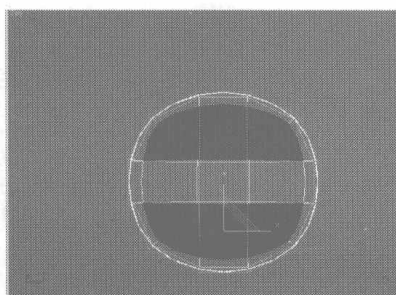
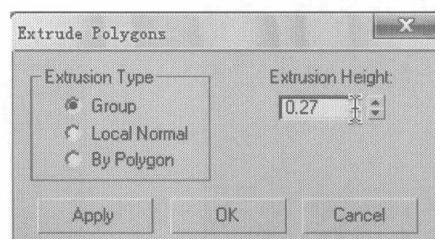
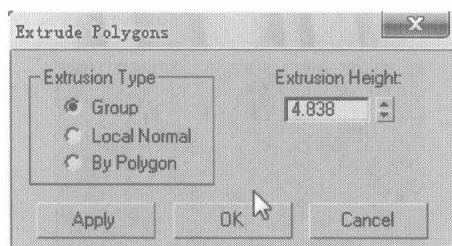
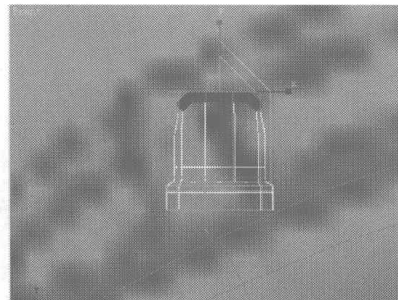

图 2.253
图 2.254
图 2.255
图 2.256
- 27** 选择如图 2.253 所示的面, 单击 **Extrude** 右边的小按钮, 在弹出的对话框中设置参数, 如图 2.254 所示, 单击 **Apply** 按钮, 再次设置参数如图 2.255 所示, 单击 **OK** 按钮, 挤压结果如图 2.256 所示。